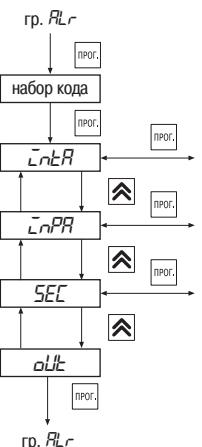

Рис. 19
6.2.2.6. **Группа «RLr»** предназначена для установки параметров защитного отключения (рис.19). Код доступа для этой группы «**44**».